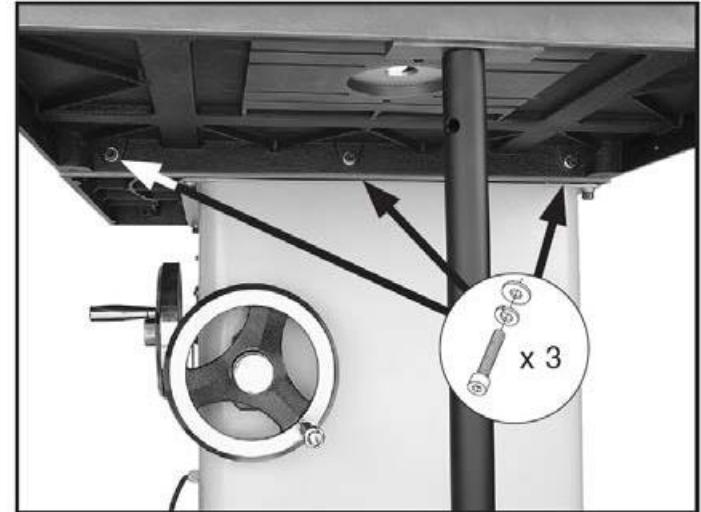

Рис. 5. Фрезерный стол, закреплённый на столе циркулярной пилы
6. Прибегнув к помощи второго человека, который будет удерживать стол и узел опоры, совместить монтажные отверстия обоих столов и скрепить их тремя винтами M8-1,25 x 30 мм, поставив три пружинные шайбы 8 мм и три плоские шайбы, как показано на **рис. 5.**